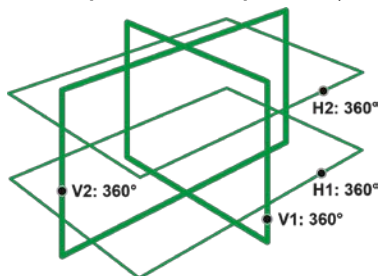

Рисунок 3
3.4 Схематичне зображення спроектованих променів (дивіться рисунок 3)